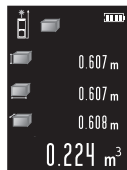

Fig. 4
Paso 1 - Obtenga el primer resultado como Fig.4